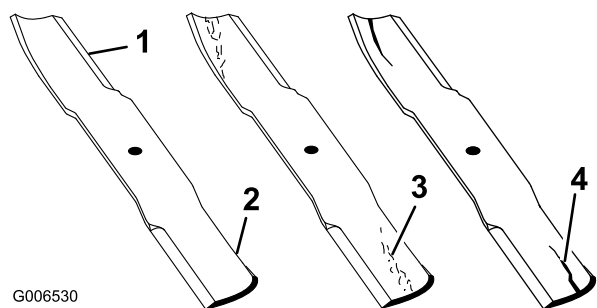

図 101
2. ブレードの切っ先を注意深く観察、特に、直線部と曲線部が交わる部分をよく観察する（図 101）。この、直線部と曲線部の交差域は、砂などによる磨耗が進みやすい部分なので、機械を使用する前によく点検することが必要である。磨耗が進んでいる場合（図 101）には、ブレードを交換する。